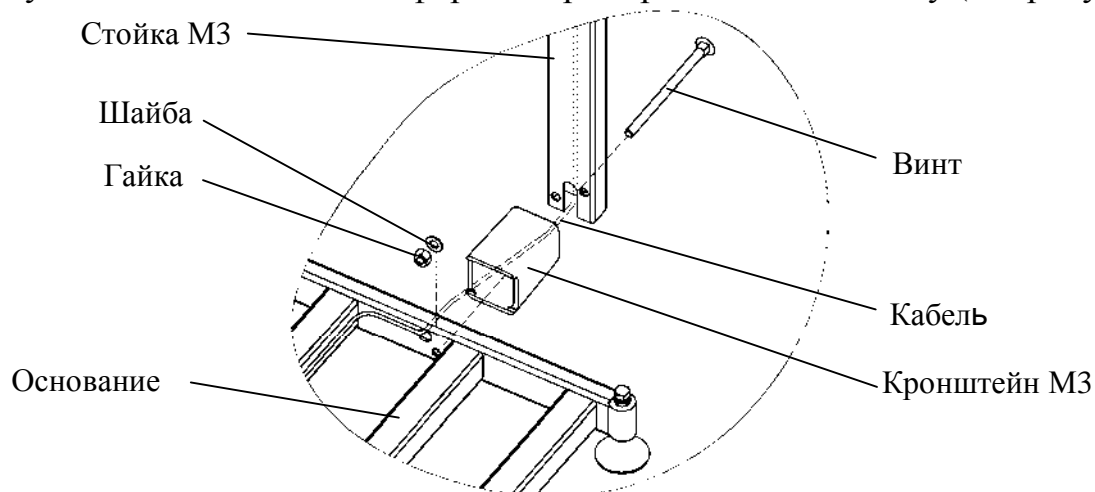

Рисунок 6.4 - Крепление прямоугольной стойки к основанию весовой платформы ТВ-М\_A
- протянуть кабель весовой платформы через кронштейн и стойку (см. рисунок 6.4);